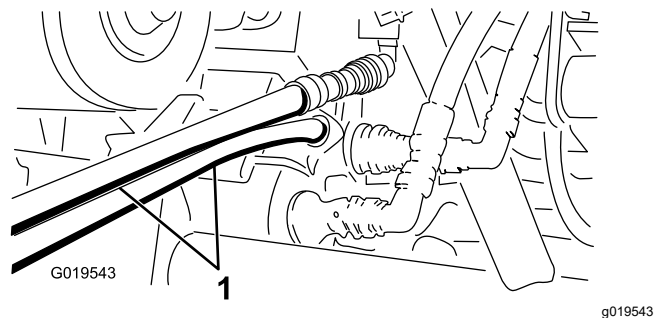

Figura 73
5. La cealaltă mână, conectai cele 2 furtunuri la cuplajul aflat încă în suportul cuplajului (conectai furtunul superior la cuplajul superior și furtunul inferior la cuplajul inferior) (Figura 73).